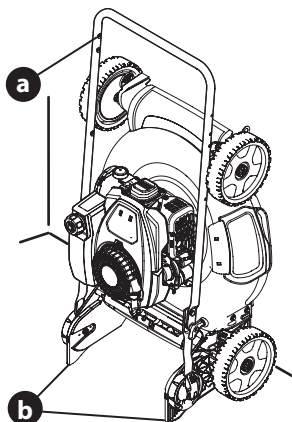

Figure 33
6. Tenez le guidon (a) et relevez la tondeuse pour qu'elle repose sur ses roues arrière et sur les supports du guidon (b). Voir Figure 33.